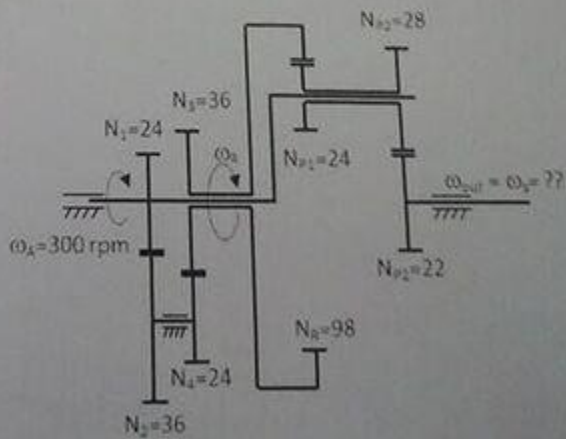

Figura 2
2. Dedurre le equazioni del moto del sistema schematizzato in Figura 2. Si ritengano trascurabili tutti gli attriti, le masse (ad eccezione di quelle  $m_1$  ed  $m_2$  dei pattini) e costanti le rigidità  $k_1$  e  $k_2$ . La lunghezza a riposo delle molle è pari a  $d_0$ , mentre l'azione della forza peso è trascurabile. Lunghezza biella= $2L$ , lunghezza manovella= $L$ . (Utilizzare l'angolo  $\theta$  quale coordinata)
- Impostare le equazioni per l'analisi cinematica del rotismo schematizzato in Figura 2. È assegnata la velocità angolare  $\Omega_A$  e da calcolare quella  $\omega_{out}$ .
- Nell'ipotesi che il veicolo viaggi ad una velocità  $v = 100$  km/h su un profilo sinusoidale di periodo  $L = 4$ m ed altezza  $h = 10$  cm, si determini il coefficiente di trasmissibilità degli spostamenti per  $m = 400$  kg. Discutere la variazione di tale coefficiente per  $m = 1200$  kg. Si assuma  $k = 400$  kN/m quale rigidità e  $\zeta = 0.4$  il fattore di smorzamento (v. Figura 2)